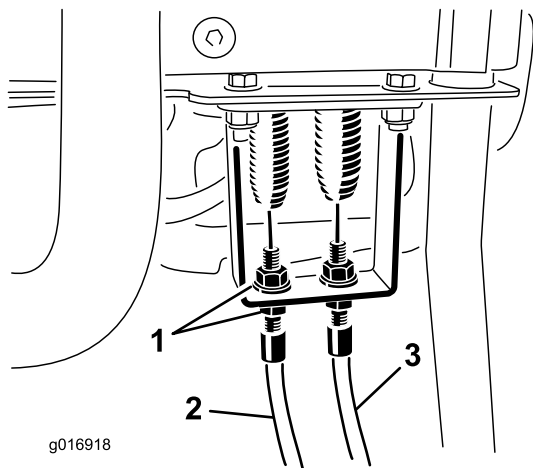

Figura 45
2. Verifique se existe alguma folga no cabo do controlo da tracção na mola de extensão (Figura 45).
9. Ajustar o cabo no anteparo do painel de controlo, ajustar as porcas de bloqueio do cabo para remover qualquer folga no cabo sem estender a mola (Figura 45).
3. No anteparo da alavanca de controlo, soltar o cabo de controlo do cilindro até haver folga no cabo (Figura 45).